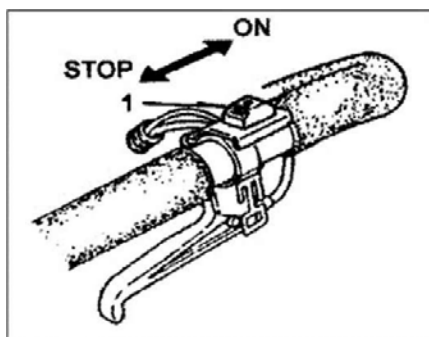

Рис.7
4. Остановка. Снизить скорость двигателя и переместить выключатель зажигания в положение остановки STOP. (Рис.7)